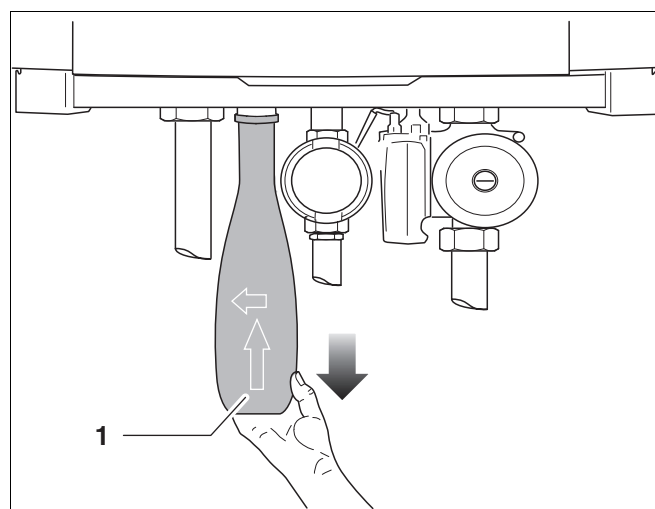

Fig. 92 Allentare il sifone nel set di raccordi
- Allentare il sifone dal giunto ed estrarlo (fig. 92, Pos. 1).